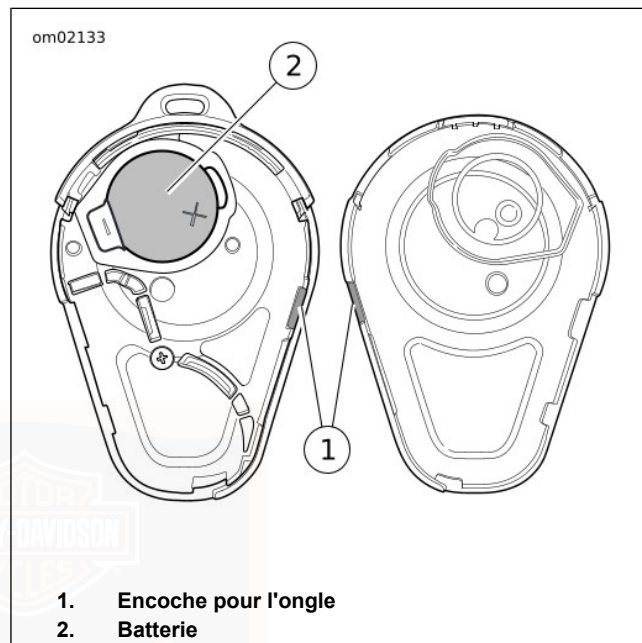

Figure 20. Pile pour porte-clés
1. Voir Figure 20. Faire levier avec une lame fine dans la fente (1) située sur le côté du porte-clés à télécommande pour séparer les deux moitiés.
2. Retirer la pile (2) et la jeter.
- a. Repousser le fermoir (3) pour dégager la pile.